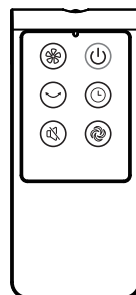

Figura 10
I. Control remoto (Figura 10)
- (1) Deslice la tapa del compartimento de pilas para abrir.
- (2) Inserte las pilas, asegurándose de hacerlo como lo muestra la Figura 10.
- (3) Vuelva a cerrar la tapa.